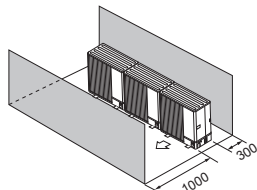

Fig. 2-18
- (4) Obstrucții sau suprafețe închise numai în față și în spate (Fig. 2-18)